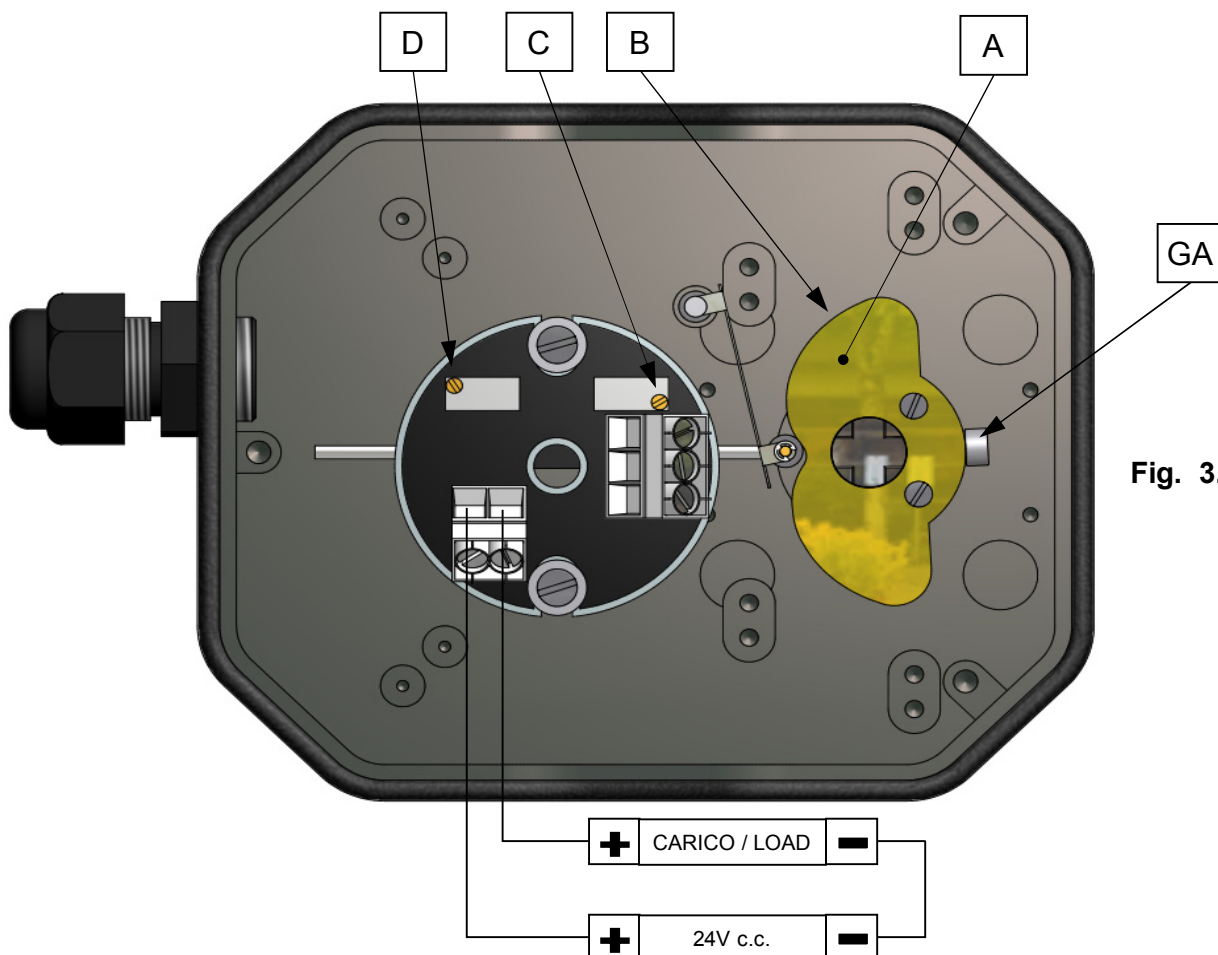

Fig. 3.6.1
- Eseguire i collegamenti elettrici come in Fig. 3.6.1